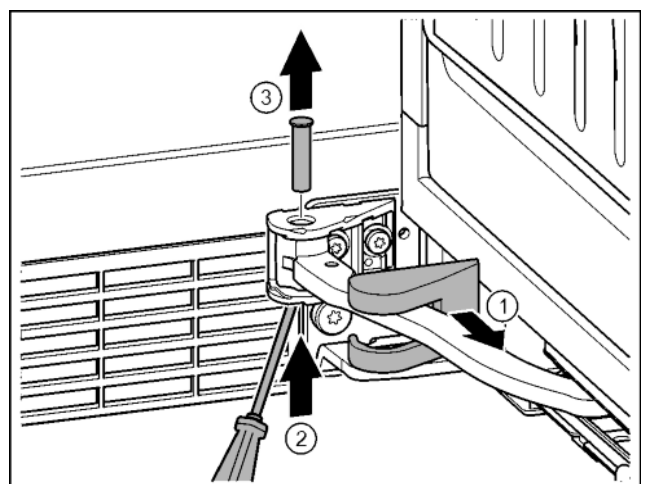

Fig. 17
- ▶ Снять крышку и переместить вдоль шарнира. Fig. 17 (1)
- ▶ Ручкой или отверткой приподнять палец снизу. Fig. 17 (2)
- ▶ Вставить отвертку под головку пальца и вытащить его. Fig. 17 (3)